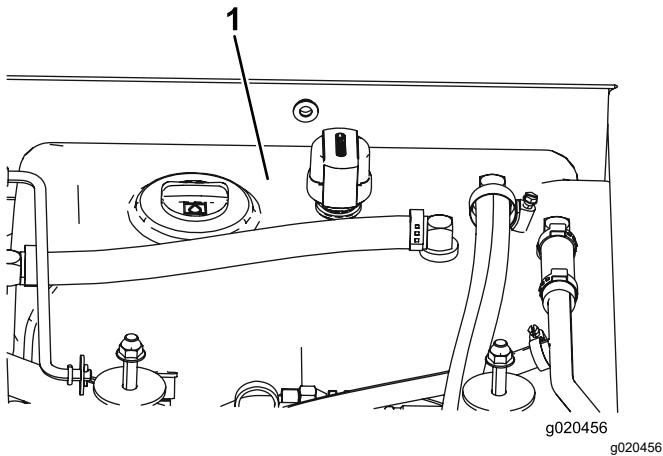

Bild 83
4. Füllen Sie den Hydraulikbehälter (**Bild 83**) mit Hydrauliköl, siehe Prüfen des Hydrauliköls \(Seite 80\).